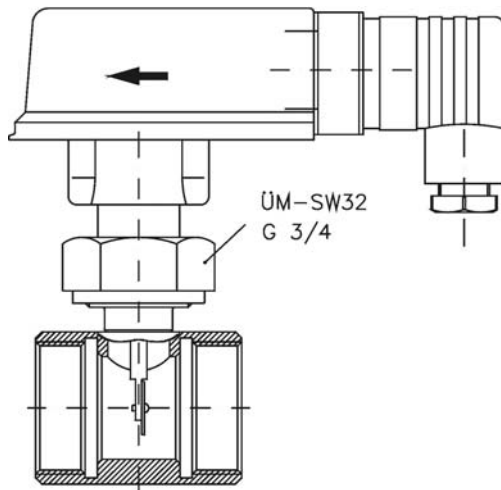

Abb. 5
- ⇒ Strömungsschalter, die optional mit Kupfer-Rohrstück (Abb. 5) ausgestattet sind, müssen Sie mit der Rohrleitung verlöten. Während des Lötens ist der Strömungsschalter (Oberteil) und der O-Ring vom Rohrstück zu demontieren, um eine Überhitzung zu vermeiden.